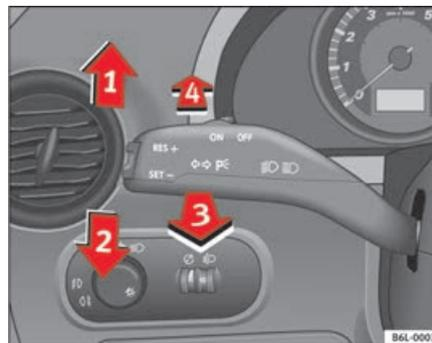

Fig. 61 Alavanca dos indicadores de direcção e dos máximos
- Carregar a alavanca para cima, até ao batente para cima ⇒ fig. 61 ①, para piscar à direita ou para baixo ②, para piscar à esquerda. ▶
- Empurrar a alavanca para a frente ⇒ página 97, fig. 61 **4**, para ligar os máximos.